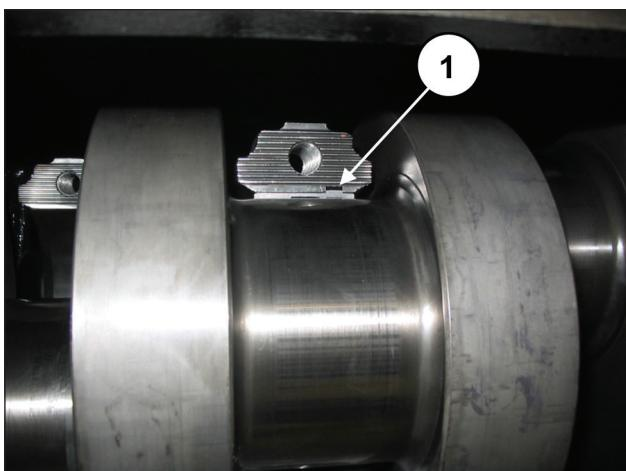

Fig. 58
Pour monter correctement les demi-coussinets, s'assurer que la languette de repère des demi-coussinets se trouve dans son logement sur la demi-bielle (rep. ①, Fig. 58).